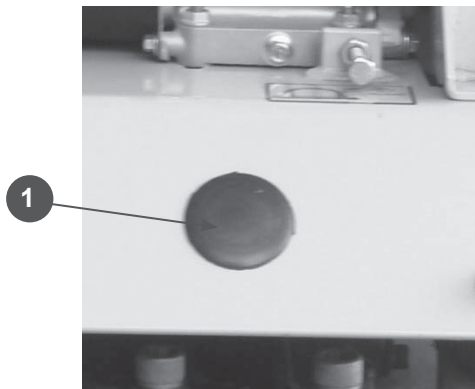

Рис.7
Для замены/добавления масла необходимо снять резиновую заглушку(1) Рис.7 в фронтальной части виброплиты и открутить пробку заливного отверстия. С помощью специальной воронки долить масло до необходимого уровня.